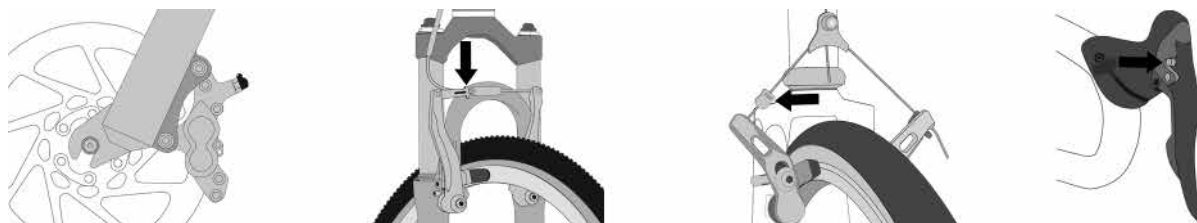

fig. 20, fig. 21, fig. 22, fig. 23
3. Algunos frenos de bicicleta, como los frenos de disco (fig. 20) y los frenos de tracción lineal (fig. 21), son extremadamente potentes. Tenga especial cuidado cuando se familiarice con estos frenos y preste especial atención al utilizarlos.